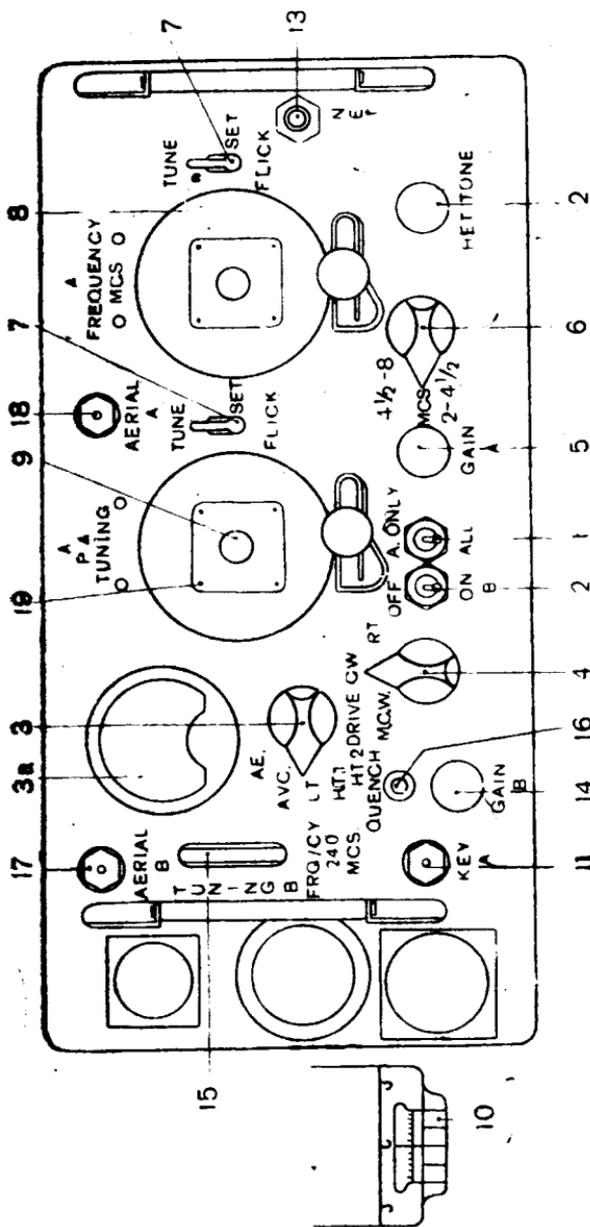

Рис. 98. Панель приёмопередатчика:
4. Проверить режим питания коротковолнового приёмопередатчика (рис. 98), для чего:
6. Проверить исправность коротковолнового приёмника (рис. 98), для чего:
7. Проверить исправность коротковолнового передатчика (рис. 98):
8. Проверить исправность ультракоротковолнового приёмника (рис. 98):
9. Проверить исправность ультракоротковолнового передатчика (рис. 98). Для этого, оставив переключатели в положении, указанном в п. 8, нажать клапан на ручке микрофона и дать в микрофон «счет для настройки». При нажатии клапана шипение в телефонах должно пропасть и должен прослушиваться свой голос.
2. Радисты подчинённых радиостанций настраиваются диском 15 настройки УКВ приёмопередатчика (рис. 98) «TUNING В» на сигнал главной радиостанции и ручкой 14 регулятора усиления УКВ приёмника (рис. 98) «GAIN В» устанавливают нужную громкость.
даёт передачу. Если по сообщению этой подчинённой радиостанции свист продолжается, то главная станция даёт указания радиостанции № 1 медленно вывёртывать винт «QUENCH» 16 (рис. 98). Радиостанция № 1 вывёртывает винт до исчезновения свиста и сообщает об этом главной радиостанции. Тогда радист главной радиостанции даёт указание включиться УКВ радиостанции № 2 (через посыльного, голосом или свистком).
4. При работе на передачу (на КВ) переключатель 3 индикаторно-измерительного прибора 3а (рис. 98) должен быть в положении «АЕ» («ток в антенне КВ») и прибор должен давать наибольшие показания, что достигается подстройкой вариометра.
При работе на передачу подстройка вариометра в этом случае производится по наибольшему показанию прибора *За* (рис. 98) при положении его переключателя *З* на «АЕ».
6. При положении тумблеров *1* и *2* (рис. 98) на приёмопередатчике в положении «ALL» и «ON B» для связи одновременно могут быть использованы коротковолновый и ультракоротковолновый приёмопередатчики.
На стоянке, кроме штыревых антенн, входящих в комплект радиостанции, могут применяться отечественные штыревые антенны типа АШ и Г- и Т-образные антенны или наклонный однопроводный луч. Эти антенны могут быть подключены к антенному вводу непосредственно или через специальный блок антенной связи (для согласования выхода передатчика с сопротивлением антенны). Настройка этих антенн производится так же, как и штыревых, антенным вариометром и ручкой настройки усилителя мощности при приёме по максимальному шуму в телефонах, а при передаче — по максимальному отклонению стрелки прибора Z_a (рис. 98) при его переключателе Z в положении «АЕ».